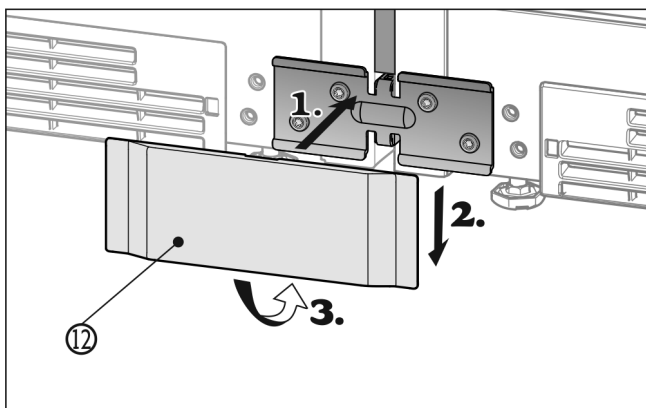

Fig. 31
- ▶ Насадите нижнюю крышку Fig. 31 (12) спереди на угол Fig. 31 (1), сдвиньте вниз Fig. 31 (2) и зафиксируйте снизу Fig. 31 (3).